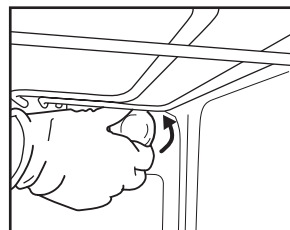

Fig. 5
2. Skruva loss lampkåpan (fig. 5), byt glödlampan (se anmärkning om typ av lampa) och skruva tillbaka lampkåpan.